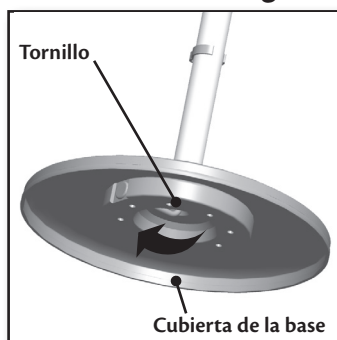

Figura 5
3. Gire la base y gire la cabeza del tornillo en la base del peso hasta asegurar. Figura 5.